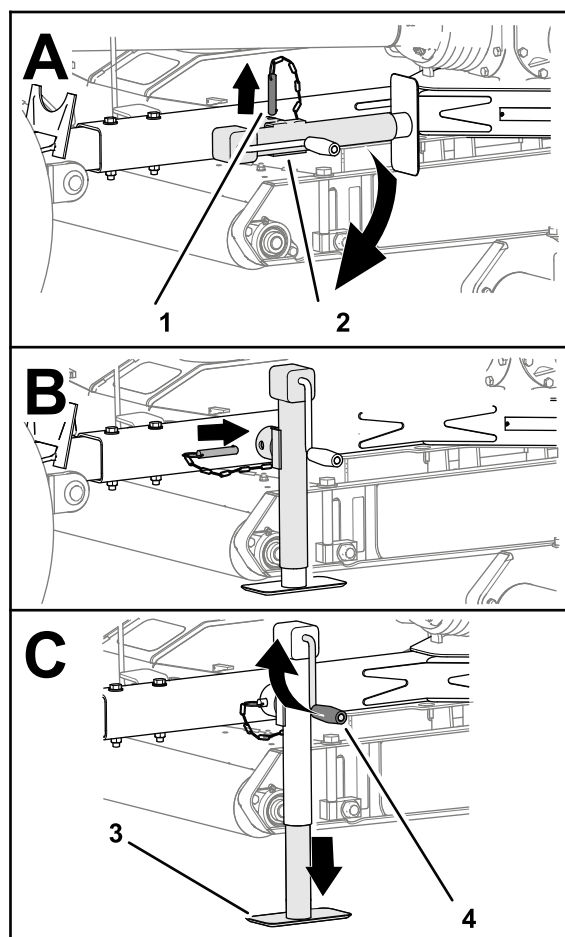

Рисунок 17
3. Извлеките штифт и поверните домкрат буксировочной штанги вертикально (Рисунок 17).
4. Совместите отверстие в буксировочной штанге с отверстием в домкрате (Рисунок 17).
5. Вставьте штифт в отверстия буксировочной штанги и домкрата (Рисунок 17).
2. Вращайте рукоятку домкрата так, чтобы полностью поднять опорную плиту домкрата; см. Рисунок 17 в разделе Удержание газонокосилки на домкрате \(страница 15\).